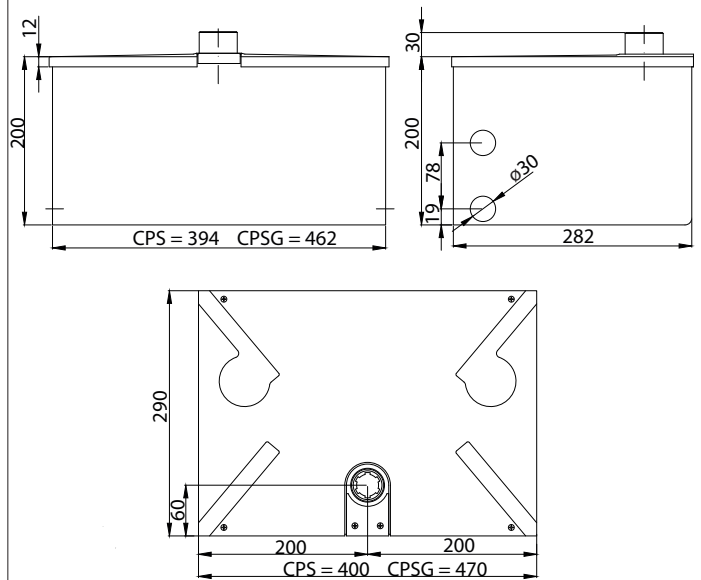

Fig. 4
Predisporre l'impianto elettrico come indicato in fig.4 facendo riferimento alle norme vigenti per gli impianti elettrici. Tenere nettamente separati i collegamenti di alimentazione di rete dai collegamenti di servizio (fotocellule, coste sensibili, dispositivi di comando ecc.).
Realizzare i collegamenti dei dispositivi di comando e di sicurezza in armonia con le norme per l'impiantistica precedentemente citate. In fig.4 è riportato il numero di collegamenti e la sezione per una lunghezza dei conduttori di circa 100 metri; per lunghezze superiori, calcolare la sezione per il carico reale dell'automazione.
6.3) Componenti principali per una automazione sono (Fig.4):